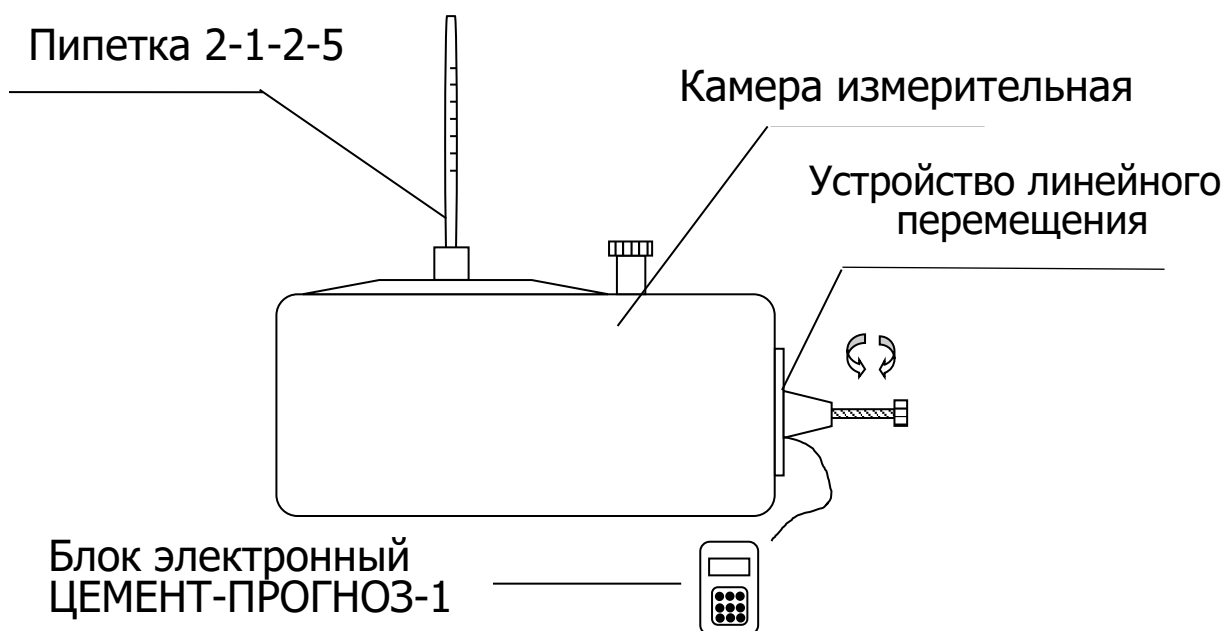

Рисунок 7.1 - Схема измерений объёмной деформации прибором модификации ЦЕМЕНТ-ПРОГНОЗ-1
7.8.1 Для модификации ЦЕМЕНТ-ПРОГНОЗ-1 заполнить камеру водой (рабочей жидкостью), герметично закрыть камеру крышкой. На боковом кронштейне камеры, соосно направляющей шпильке, установить винт, который должен находиться в крайнем (вывернутом) положении (рисунок 7.1). Удалить с крышки пробку и ввернуть в контрольное отверстие переходную втулку (Приложение Б) с установленной пипеткой 2-1-2-5 по ГОСТ 29228 с ценой деления 0,05 мл. Удалить воздух, покачивая измерительную камеру. Перевести электронный блок в режим предварительного измерения, нажав клавишу (M).